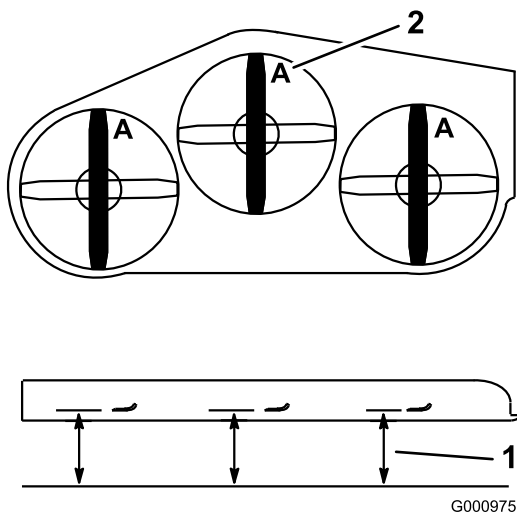

Figure 92
3. Tournez les lames dans le sens longitudinal (Figure 92).
4. Mesurez la distance entre la surface plane et le tranchant (position A) des lames (Figure 92).